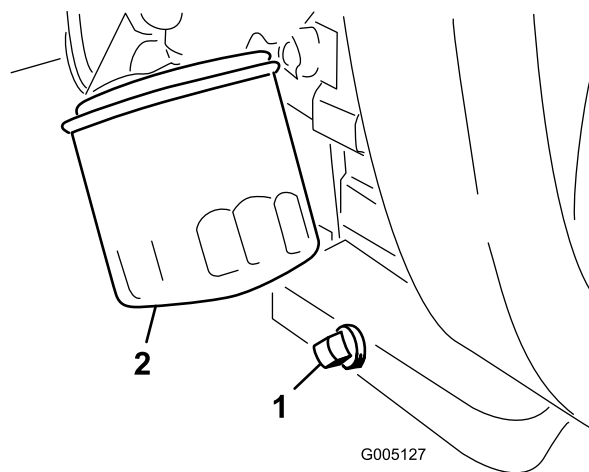

Bild 34
2. Entfernen Sie den Ölfilter (Bild 34). Ölen Sie die neue Dichtung am Ölfilter leicht mit frischem Öl ein.
1. Entfernen Sie die Ablassschraube (Bild 34) und lassen das Öl in ein Auffanggefäß ab. Schrauben Sie die Ablassschraube wieder ein, nachdem das Öl abgelassen ist.